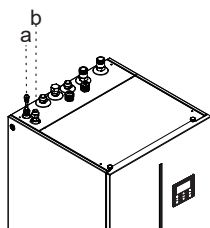

Рис. 5-2
- Если внутренний блок согласован с наружным блоком (4/6 кВт), на патрубке хладагента внутреннего блока должен быть установлен переходник 9,52-6,35 (см. Таблицу на стр. 8) (см. Рис. 5-2); переходник не используется в других типах наружных блоков (8/10/12/14/16 кВт).